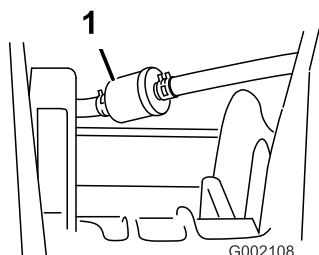

Рисунок 34
5. Снимите зажимы, крепящие топливный фильтр к топливным линиям (Рисунок 34).